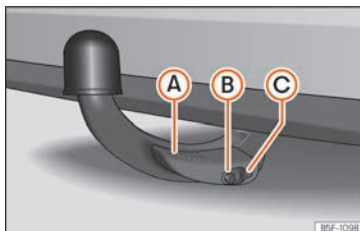

Fig. 270 Bola desmontable fijada correctamente
- La palanca ① » fig. 270 está totalmente levantada.
- El perno de desbloqueo ② » fig. 270 sobresale completamente (su parte roja y verde es visible).
- La tapa ③ » fig. 270 está colocada sobre la cerradura.